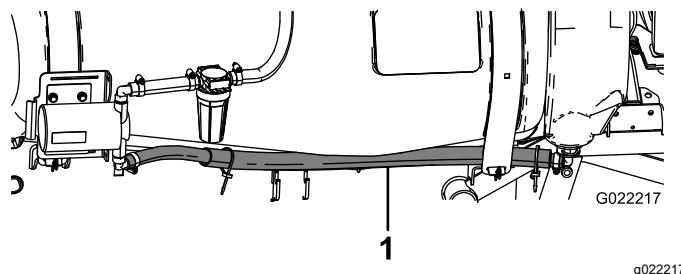

Figura 11
- 3. Sujete el extremo de la manguera al conector de manguera inferior de la bomba de enjuague con una abrazadera (Figura 11).
1. Enrute la manguera del depósito de enjuague entre el fleje delantero y el lateral del depósito (Figura 11).